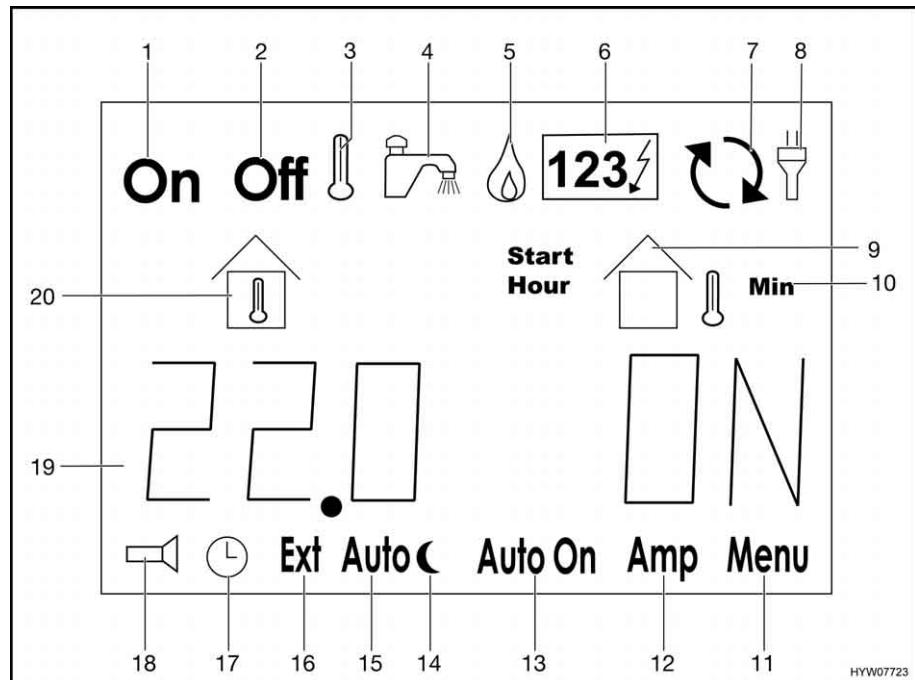

Fig. 122 Indicazioni sul display LCD
Nella riga informativa (Fig. 122,19) vengono indicati in forma testuale dati sulle temperature, tempi e stati di funzionamento oltre che alle segnalazioni di errore.
- Premere il tasto "▷" (Fig. 121,4) finché il simbolo "gas" (Fig. 122,5) lampeggia.
- Premere il tasto "▷" (Fig. 121,4) finché il simbolo "230V" (Fig. 122,6) lampeggia.
- Premere il tasto "▷" (Fig. 121,4). Il simbolo "Off" (Fig. 122,2) lampeggiava.
- Premere il tasto "+/On" (Fig. 121,3). Il simbolo "On" (Fig. 122,1) lampeggiava. Il riscaldamento si avvia automaticamente.
- Premere il tasto "▷" (Fig. 121,4). Il simbolo "On" (Fig. 122,1) lampeggiava.
- Premere il tasto "-/Off" (Fig. 121,5). Il simbolo "Off" (Fig. 122,2) lampeggiava. Il riscaldamento si spegne.